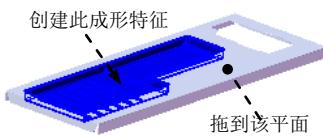

图 17.7.60 创建成形特征 1
Step7. 创建图 17.7.60 所示的成形特征 1。
(1) 单击任务窗格中的“设计库”按钮 , 打开“设计库”对话框。
(2) 单击“设计库”对话框中的 ch17 节点，在设计库下部的列表框中选择“case_shaped_tool_01”文件并拖动到图 17.7.60 所示的平面，在系统弹出的“成形工具特征”对话框中单击 按钮。